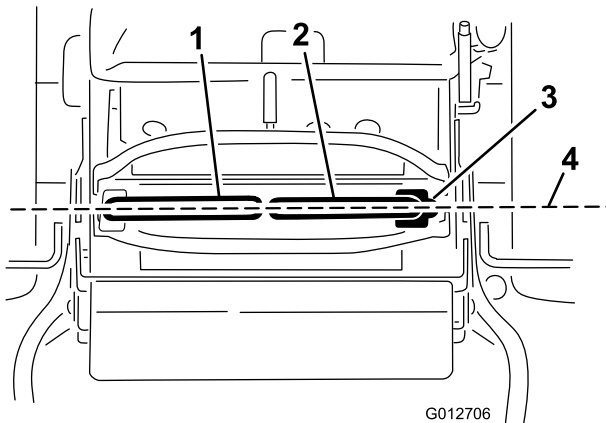

Bild 71
Wichtig: Stellen Sie sicher, dass die Spur des Rasenmähers nach dem Einstellen der Fahrtriebshebel richtig ist. Stellen Sie die Spur ein und nivellieren Sie gleichzeitig die Fahrtriebshebel in der Längsrichtung (**Bild 71**).
1. Nach der seitlichen Ausrichtung müssen Sie die Ausrichtung in Längsrichtung prüfen; drücken Sie die Bedienhebel etwas nach vorne, um das Spiel im Gestänge der Bedienhebel zu entfernen (**Bild 71**).